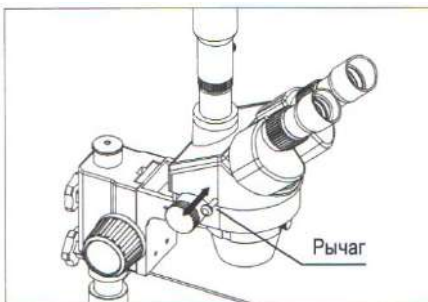

Рисунок 7
1. Передвигая рычаг внутрь и изнутри, смотрите в оба окуляра и переключайте камеру. Съёмка производится, когда рычаг снаружи. При вводе рычага внутрь можно осуществлять наблюдение через оба окуляра. Вне зависимости от выбора светового потока, рычаг должен находиться в одном из предельных положений (см. рисунок 7).